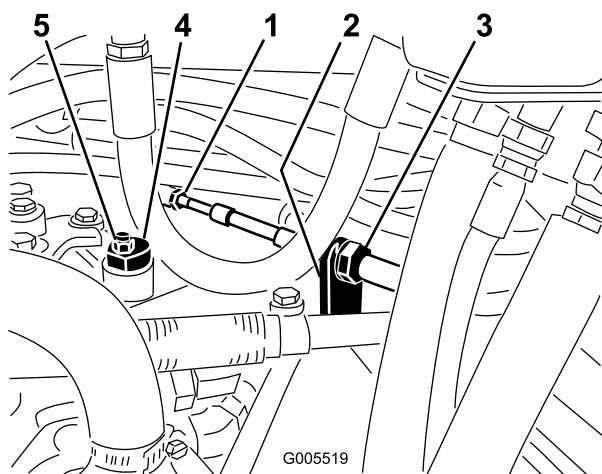

図 54
- A. 走行ケーブルを油圧トランスミッションのバルクヘッドに取り付けているジャムナット（図 54）を両方ともゆるめる。ジャムナットは調整ができるよう十分に、また均等にゆるめること。
注 偏芯ナットをトランスミッション上部に止めているナット（図 54）をゆるめる。
- C. どちらにも車輪が回らないように偏芯ナットを回して調整する。調整ができたなら固定ナットを締める（図 54）。スロットルSLOW およびFAST 位置で調整が正しいことを確認する。
- D. バルクヘッドのそれぞれの側から、ロックナットを均等に締め付けて、ケーブルを固定する（図 54）。ケーブルをねじらないように注意すること。